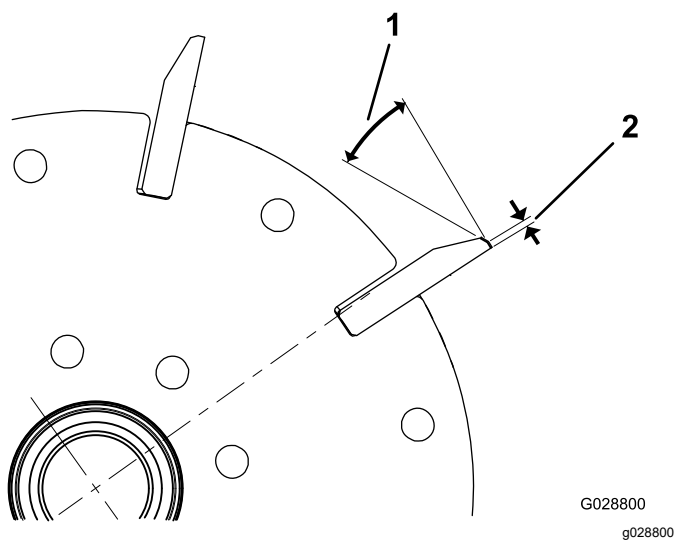

Figura 38
1. Applicate una rettifica di scarico di 30° su tutte le lame del cilindro in modo da ottenere una larghezza a terra di 1,3 mm (Figura 38).